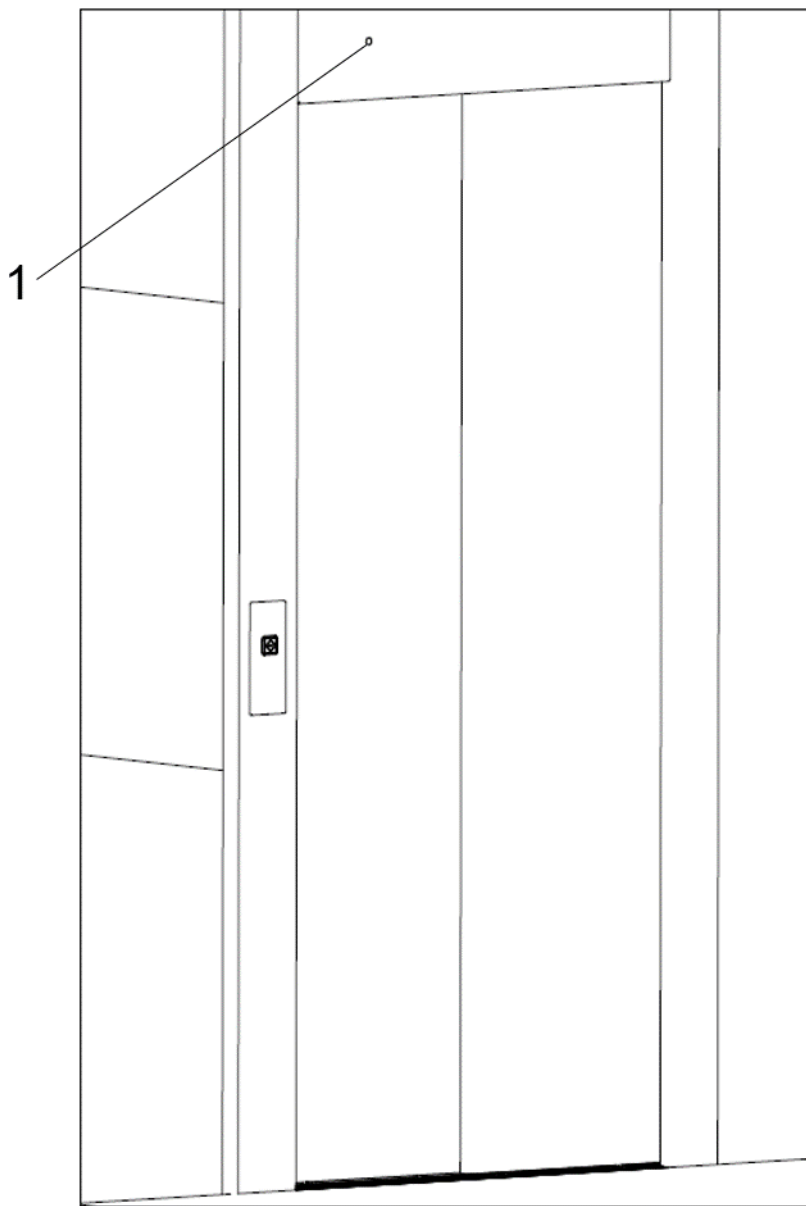

Fig. 8 Nødåbning af etagedør
1. Indsæt nødåbningsnøglen i nødåbningshullet (1), som er placeret oven over etagedøren, se Fig. 8.